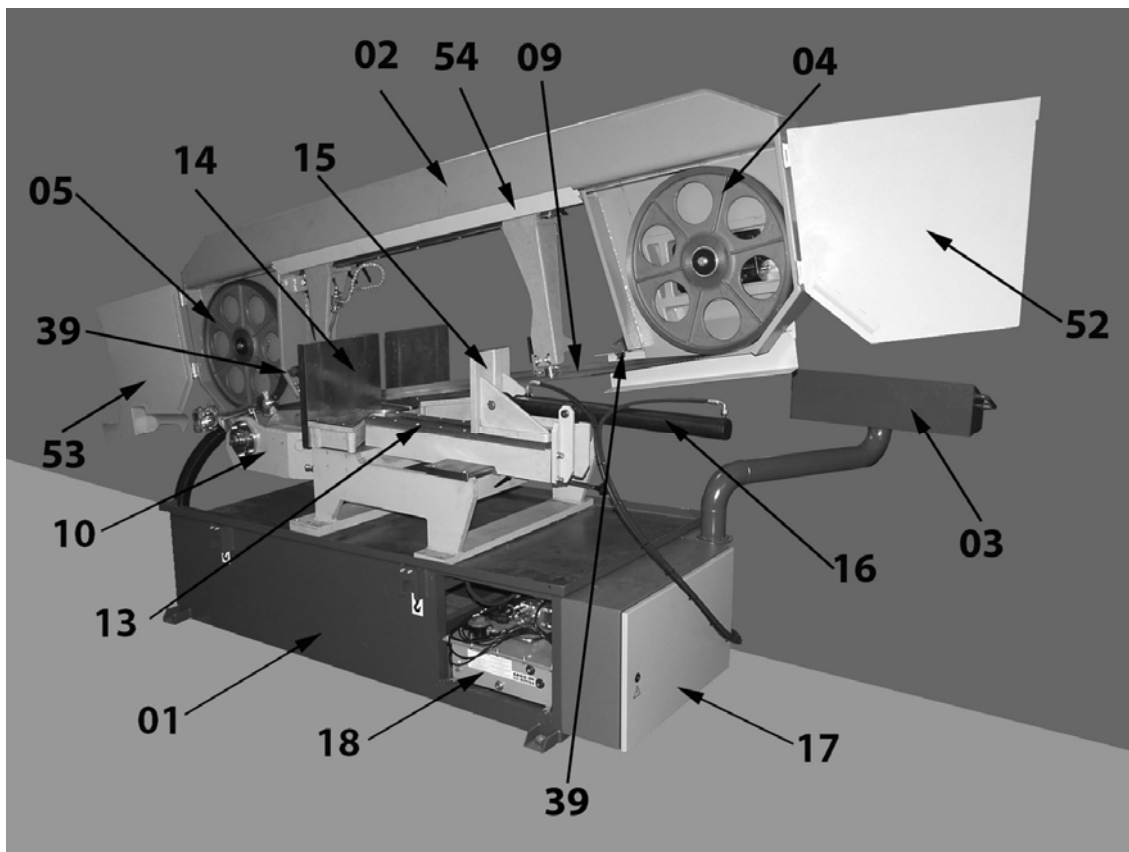

Figura 01
Uma Lâmina de Serra (09) está montada sobre os dois volantes e convenientemente tensionada depois do Tensionador, para manter a lâmina devidamente tensionada sobre o Volante Movido (04) e o Volante Motor (05). O Arco (02), por sua vez, está montado no Suporte Giratório (10) através do Eixo do Arco (11), o qual possibilita que Arco (02) bascule no plano da serra, ou seja, no plano de corte. A Lâmina de Serra(09) e os Volantes (04) e (05) são protegidos no lado oposto do Motor (07) do Arco (02) por um cárteres de proteção (52)(53) e (54), cuja finalidade é proteger o operador (figura 01).